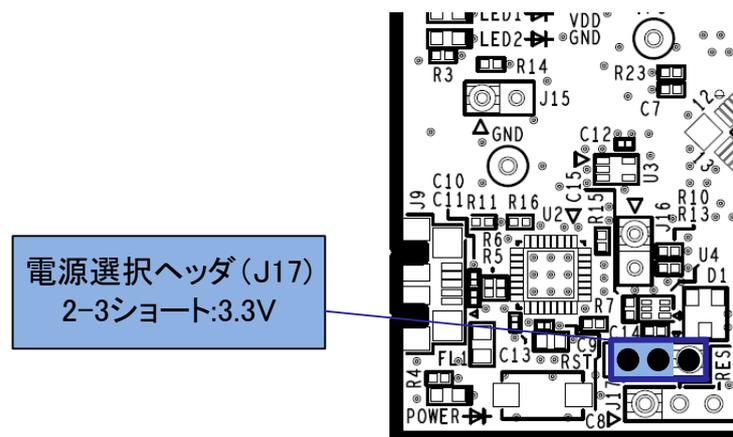

図 5-6: 3.3V 使用時のヘッダ設定(部品面)
- ・ J17 2-3 ショート：3.3V 電源を選択。(図 5-6)